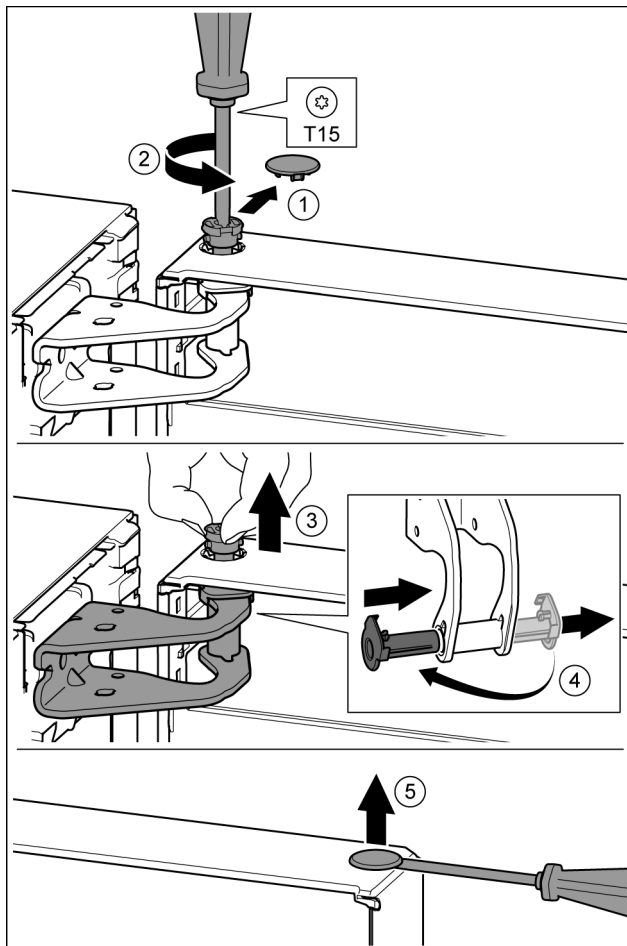

Fig. 13
- ▶ Ostrożnie zdjąć osłonę zabezpieczającą. Fig. 13 (1)
- ▶ Sworzeń wykręcić nieco przy pomocy śrubokręta T15. Fig. 13 (2)
- ▶ Przytrzymać drzwi i wyjąć sworzeń palcami. Fig. 13 (3)
- ▶ Tuleję łożyskową wyjąć z prowadnicy. Założyć z drugiej strony i zazębić. Fig. 13 (4)
- ▶ Zatyczkę ostrożnie podważyć przy pomocy śrubokręta i wyjąć z tulei łożyskowej drzwi. Fig. 13 (5)